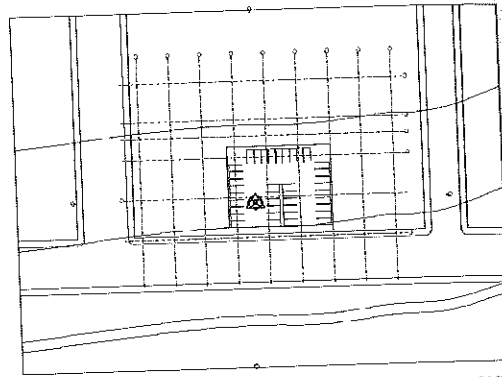

Figura A.11 – Inserção do arquivo de curvas de nível do AutoCAD®.
- Como usamos a opção **Centro para Centro**, o arquivo do AutoCAD® ficou centralizado em relação ao projeto. O desenho deve ficar semelhante ao da Figura A.11. O desenho do AutoCAD® já está com as marcas de estacionamento e das ruas